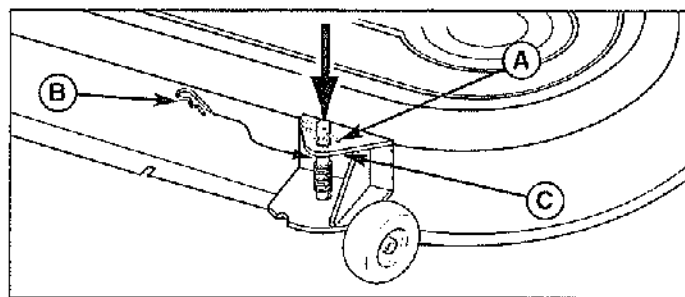

Figure 54. Réglage des roulettes-guides
1. Retirer l'agrafe en épingle à cheveux (A, B, figure 54).
2. Pour la position haute, installer l'agrafe (A) à travers l'axe au-dessus du support (C). Pour la position basse, appuyer sur le dessus de l'axe et installer l'agrafe en épingle à cheveux (B) sous le haut du support (C).
4. Voir la figure 54. Retirer les trois boulons de fixation du carter d'arbre de gauche (D).